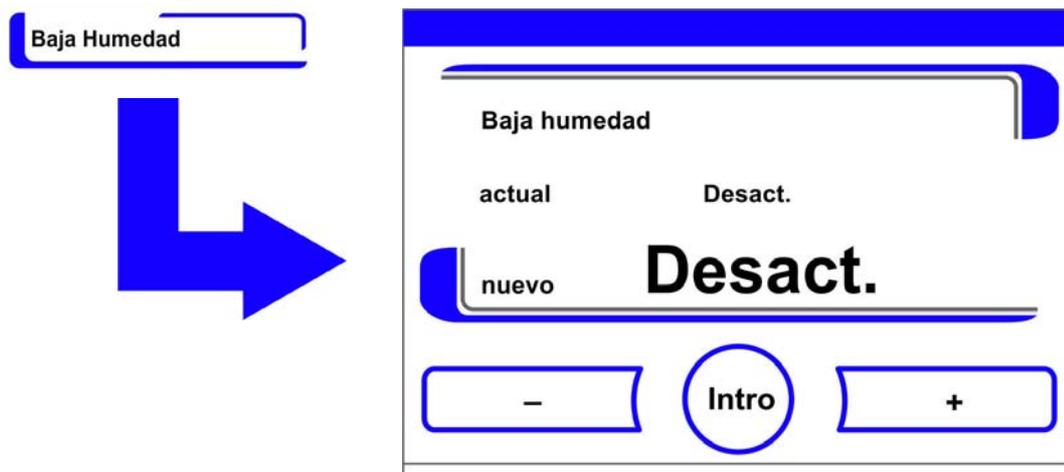

Figura 6-38. Ajustar baja humedad
- Se muestra el cuadro de edición de Figura 6-38.